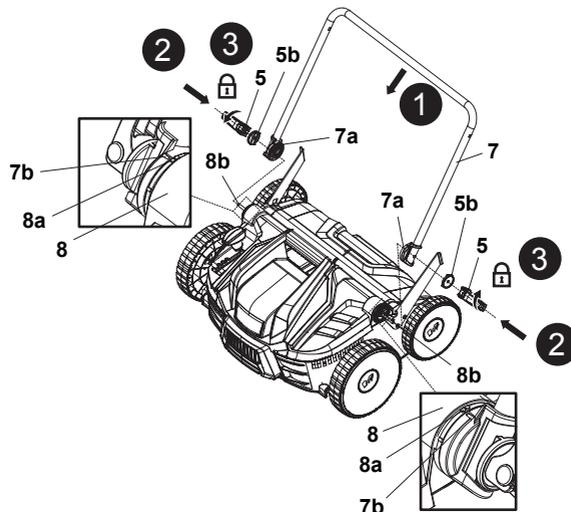

Fig. 1
1. Poser la machine sur le sol. Poser les molettes (7a) aux extrémités du support de guidon inférieur (8), côtés dentés orientés vers l'intérieur.
2. Aligner et faire passer la molette (7a) à travers le boulon de fixation (8b) du support de guidon (8) des deux côtés du guidon inférieur (7) (Fig. 1, étape 1).
3. Vérifier l'orientation des brides (5b) et aligner leurs fentes sur le guidon inférieur (7) en premier, puis fixer le levier de serrage (5) sur les boulons de fixation (8b) (Fig. 1, étape 2).
4. Fixer le guidon en pliant le levier de serrage (5) vers le guidon inférieur (7). Si le levier de serrage (5) ne peut pas être replié, le desserrer, puis le replier à nouveau. S'il est trop lâche, le serrer en tournant le levier de serrage (5) dans le sens horaire (Fig. 1, étape 3).